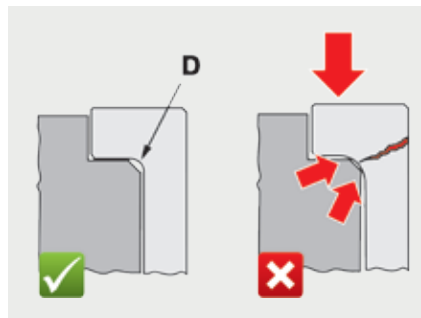

Abb. 5: Ausrundungsradius D darf nicht zu groß gewählt werden
Weiterhin muss darauf geachtet werden, dass die Fase am Buchsensitz (D) (Abb. 5) nicht zu groß gewählt wird, damit die Buchse am Buchsenbund nicht an der Außen- oder Innenkante trägt.